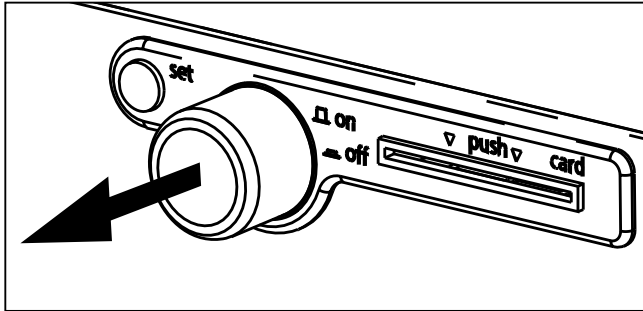

Abb. 18 Prüfschrank einschalten
- ▶ Einschalten: Hauptschalter drücken, so dass er aus dem Gerät kommt (Abb. 18).
-  1. Gerät durch Drücken des Hauptschalters einschalten (Hauptschalter kommt aus dem Gerät, siehe Abb. 18).